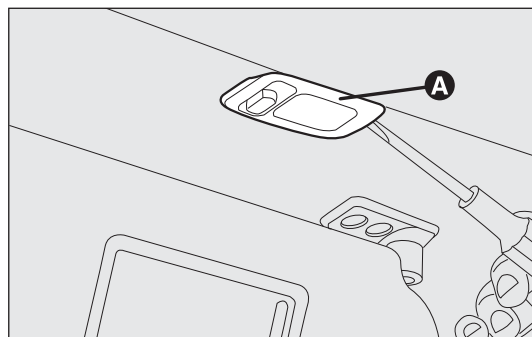

fig. 179
PLAFÓN LUCES DE CORTESÍA fig. 179
- ☐ retire el plafón A-fig. 179 haciendo palanca en el punto indicado por la flecha.